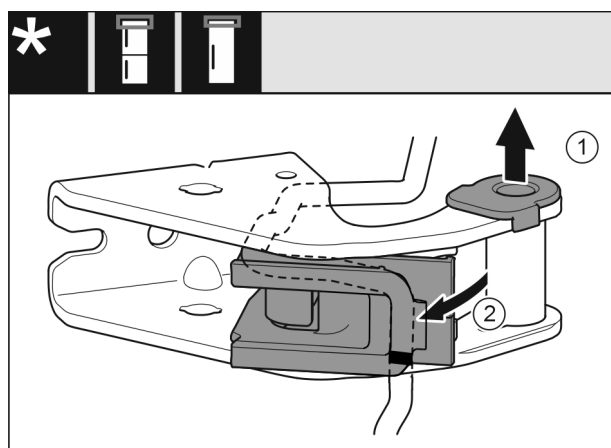

Fig. 27
- Vytáhněte ložiskové pouzdro Fig. 27 (1) z vedení.
- Otočte držák kabelu Fig. 27 (2) ven.